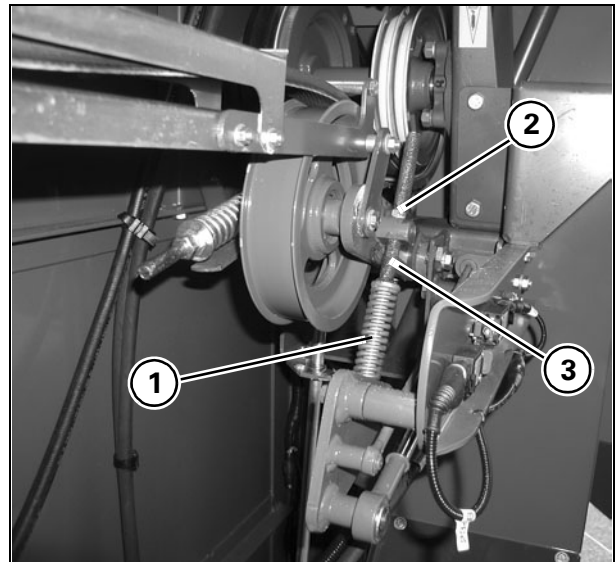

Рис. 18
14. РЕМЕННОЙ ПРИВОД ДЛЯ СОЛОМОРЕЗКИ - Рис. 18